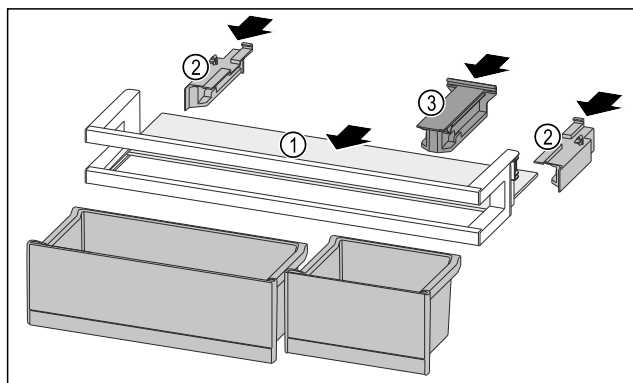

Fig. 151
- ▶ 将搁板 Fig. 151 (1) 推入侧面凹槽。
- ▶ 插入侧面部分 Fig. 151 (2)。
- ▶ 插入定位件 Fig. 151 (3)。